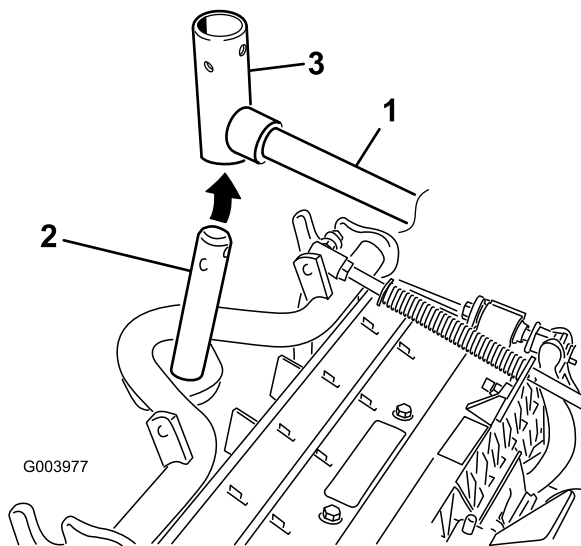

Figura 7
7. En las unidades de corte delanteras, deslice una unidad de corte debajo del brazo de elevación mientras introduce el eje del bastidor de tiro en la horquilla de pivote del brazo de elevación (Figura 7).
B. Introduzca la horquilla del brazo de elevación en el eje del bastidor de tiro (Figura 7).